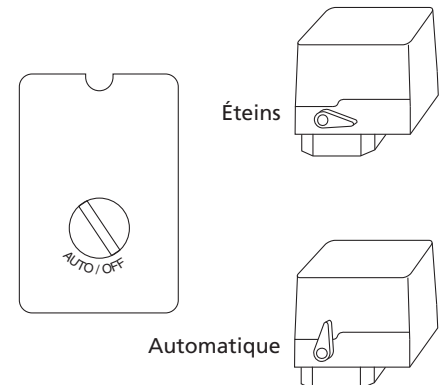

Figure 4
2. Mettre le levier du manostat ou bouton à la position OFF et brancher le cordon d'alimentation (Voir Figure 4). Éteindre l'interrupteur de débranchement s'il n'y a pas de levier ou de bouton sur le manostat.
3. Mettre le levier du manostat ou bouton à la position AUTO et faire fonctionner le modèle pendant 30 minutes pour roder les pièces de la pompe (Voir Figure 4).